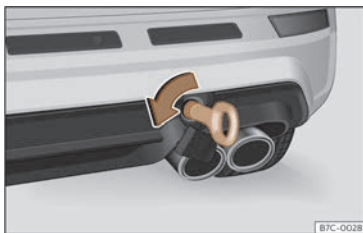

Fig. 186 A la part dreta del para-xocs del darrere: argolla de remolc enroskada.
- Enrosqueu l'argolla de remolc a l'allotjament girant-la al màxim **en el sentit contrari al de les agulles del rellotge** >>> **fig. 186**, >>> ①. Utilitzeu un objecte adequat amb el qual pugueu enroscar completament i ferment l'argolla de remolc en el seu allotjament.